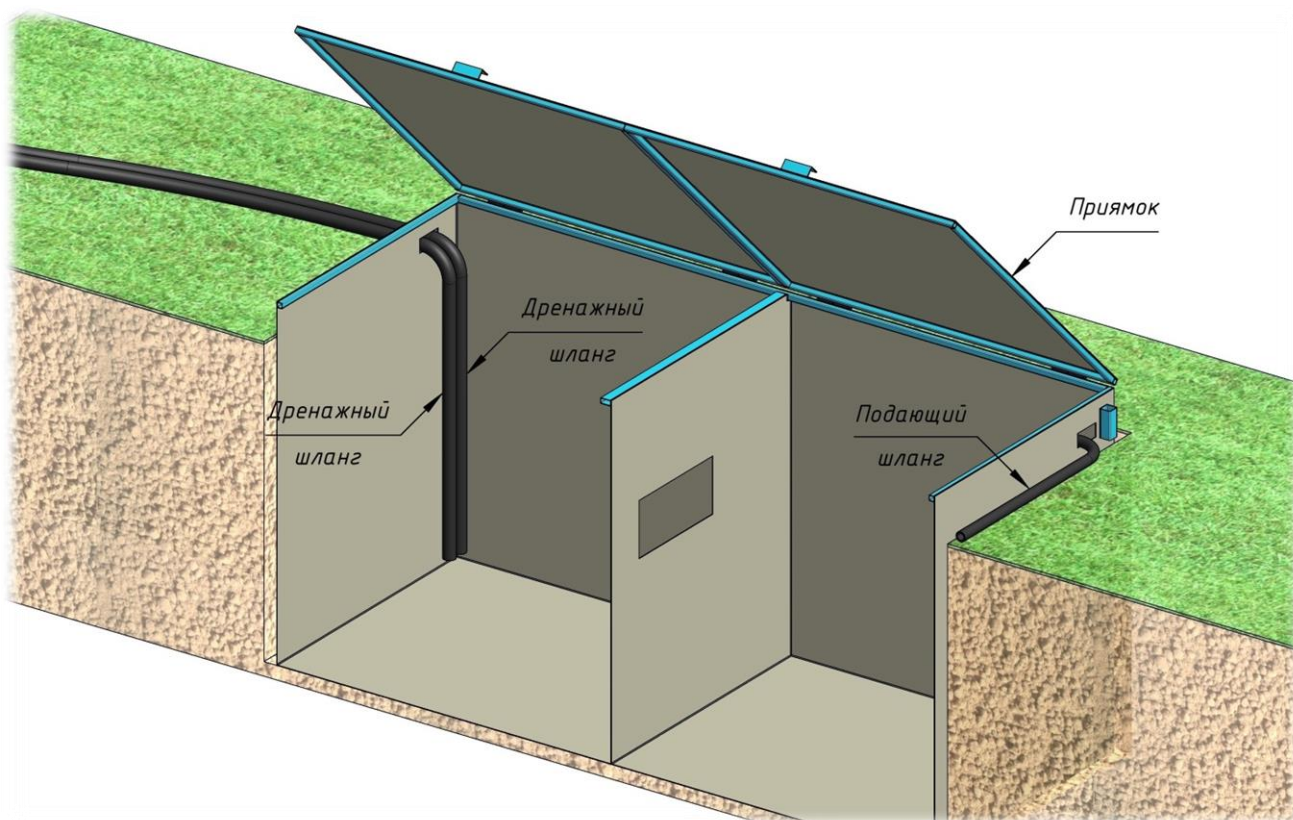

Рисунок 10
- в случае если используется эстакада с 6-метровой рабочей зоной, то с одной стороны в приямок опускаются два дренажных шланга от каждой секции эстакады (смотри рис. 10);